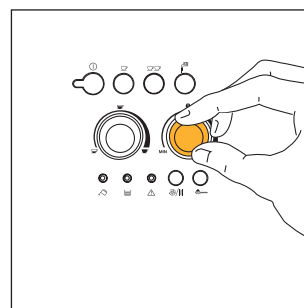
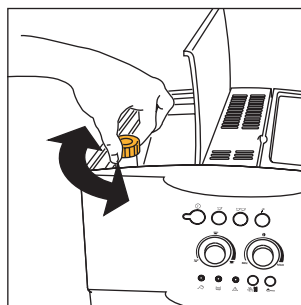

Fig.7
Fig. 17
- 2) Draai aan de rechterknop (fig. 7) om de smaak van de koffie te regelen. Hoe verder in wijzerzin wordt gedraaid, hoe meer koffiebonen worden gemalen en hoe sterker de koffie zal zijn. Wanneer het koffiezetapparaat nieuw is, moeten meerdere kopjes koffie worden gezet vooraleer de juiste stand van de knop wordt gevonden. Draai de knop niet te ver in wijzerzin, omdat de koffie anders te langzaam wordt afgegeven (druppels), vooral wanneer twee kopjes koffie worden gezet.
OPMERKING 1: Indien de koffie druppelsgewijs of helemaal niet wordt afgegeven, dan wordt de regelknop van de maalgraad (fig. 17) even in wijzerzin gedraaid (zie par. 6). Draai een streepje per keer, tot de gewenste afgifte wordt bekomen.
OPMERKING 2: Indien koffie te snel wordt afgegeven en de crème niet geslaagd is, draai de rechterknop (fig. 7) even in wijzerzin. Zet meerdere kopjes koffie, om de correcte positie van de knop te bepalen. Draai de knop niet te ver in wijzerzin, omdat de koffie anders te langzaam wordt afgegeven (druppels), vooral wanneer twee kopjes koffie worden gezet. Indien na enkele kopjes nog geen bevredigende crème wordt bekomen, wordt ook de regelknop van de maalgraad (fig. 17) een beetje tegen de wijzers van de klok in gedraaid (zie hoofdstuk 6).
Om dit te voorkomen, wordt de maalgraad aangepast met behulp van de relatieve regelknop (fig.17), die een beetje tegen de wijzers van de klok in wordt gedraaid zoals beschreven in hoofdstuk 6).
De koffiemaler hoeft niet te worden geregeld, tenminste niet in het begin, omdat dit reeds in de fabriek is gebeurd, met het oog op een correcte koffieafgifte. Indien u evenwel na de eerste 15-20 kopjes vaststelt dat de koffie te snel of te langzaam (druppelend) wordt afgegeven, moet de maalgraad worden geregeld aan de hand van de regelknop van de maalgraad (fig. 17). Wanneer deze knop even in wijzerzin wordt gedraaid (één cijfer), bekomt men een snellere koffieafgifte (niet druppelsgewijs). Draait u de knop tegen de wijzers van de klok in, dan bekomt men een langzamere afgifte en ziet de crème er beter uit.